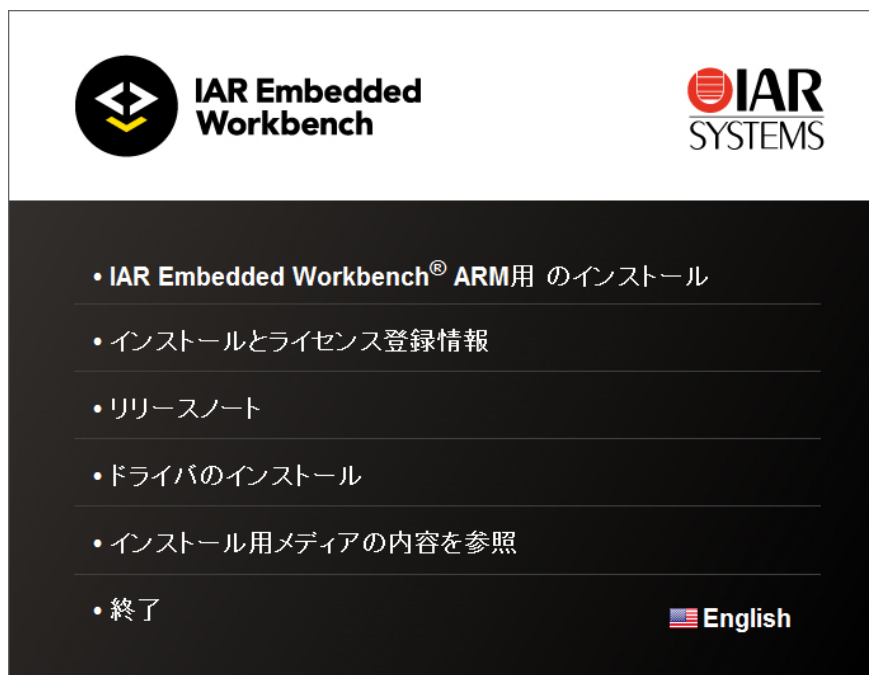

図 3.1.1.1 起動直後の IAR Embedded Workbench インストールウィザード
- (1) IAR システムズ社の Web サイトより、IAR Embedded Workbench for ARM のインストーラを入手します。
- (2) Windows 上で動作している全てのアプリケーションを終了します。
- (3) インストーラをダブルクリックして起動します。起動すると、インストールウィザードが表示されます。(図 3.1.1.1)
- (4) インストールウィザードの[IAR Embedded Workbench®ARM 用インストール]をクリックします。(図 3.1.1.1)